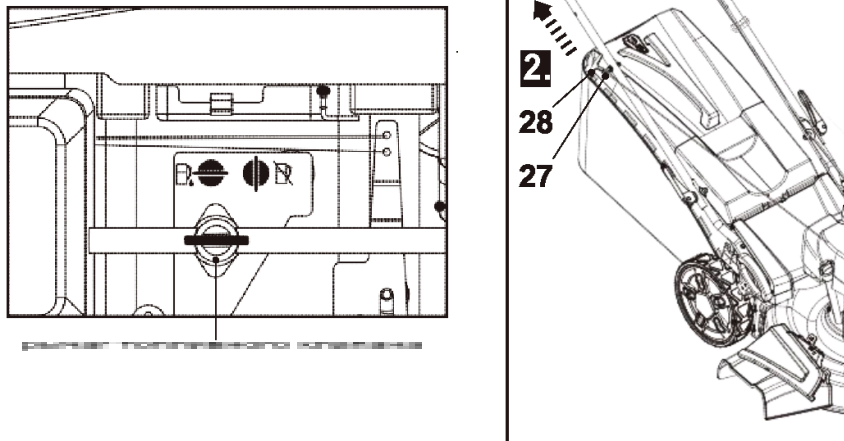

Рис. 22
1. Убедитесь, что рычаг топливного клапана (10) находится в положении «ON» (рис. 22).
2. Встаньте позади верхней рукоятки (2).
3. Отведите назад рычаг тормоза (3) и прижмите его к верхней рукоятке (2) (см. рис. 22, пункт 1).
4. Установите рукоятку стартера (28) на крюк (27), расположенный на правой стороне ручки (2).
5. Медленно потяните рукоятку стартера (28), пока не почувствуете сопротивление, затем дерните ее резким движением. Повторяйте эту операцию до тех пор, пока двигатель не заведется (рис. 22, пункт 2).
6. Когда вы будете готовы косить, нажмите на рычаг включения хода (1) и прижмите его к верхней рукоятке (2) (см. рис. 22, пункт 3). Устройство начнет двигаться вперед и косить.